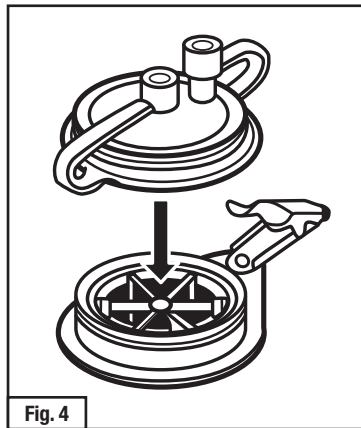

Fig. 4
6. **3500/3510 et 3550/3551** : Encliqueter le bouchon d'élu­tion (avec obturateurs) au corps principal du moniteur (Fig. 4.) S'assurer que les deux obturateurs sont bien encliquetés. Consigner l'heure de fin au dos du moniteur. Le moniteur est maintenant prêt à être expédié.